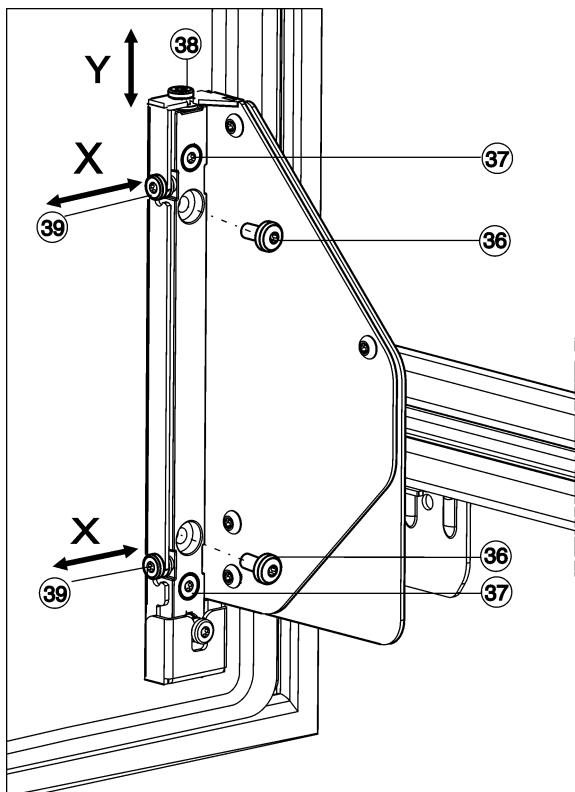

Fig. 27
- ▶ Повністю відгинтити гвинти Fig. 27 (36).
- ▶ Утилізувати гвинти Fig. 27 (36), вони більше не знадобляться.
- ▶ Відпустити гвинти Fig. 27 (37) на 1-2 оберти.
- ▶ Повернути регулювальний гвинт (38). За годинниковою стрілкою: дверцята рухаються вгору макс. на 4 мм. Проти годинникової стрілки: дверцята рухаються вниз макс. на 2 мм.
- ▶ Знову міцно затягніть усі гвинти Fig. 27 (37).
- ▶ Якщо гвинти Fig. 27 (36) ще є, повністю їх відгинтіть.
- ▶ Переставте регулювальні гвинти Fig. 27 (39) у бажаному горизонтальному напрямі юстирування.
- ▶ Знову міцно затягніть гвинти Fig. 27 (37) після закінчення горизонтального юстирування.